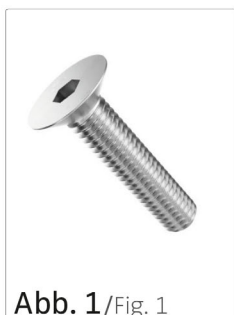

Abb. 1/Fig. 1
- 4 x 2cm Senkkopfschrauben ▷ Abb. 1
- 4 x 2cm countersunk screws ▷ Fig. 1